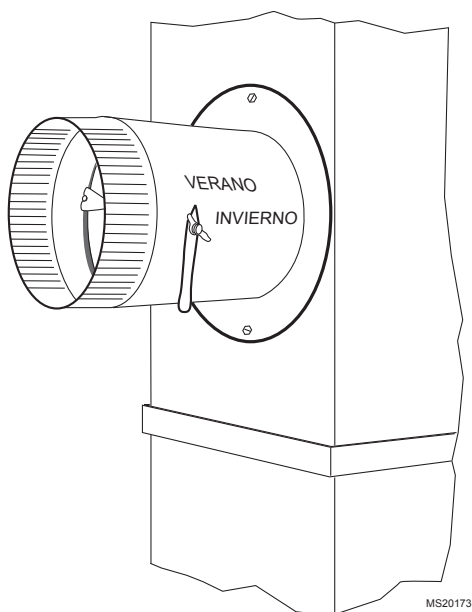

Fig. 6. Instalación del collarín de arranque.
11. Ensamble el regulador de cierre de verano en el collarín de arranque. Verifique que el regulador rote libremente entre las posiciones abierto y cerrado. Cerciórese de que la manija esté accesible. Marque la posición cerrada del regulador como Verano y la abierta como Invierno. Consulte la Fig. 6.